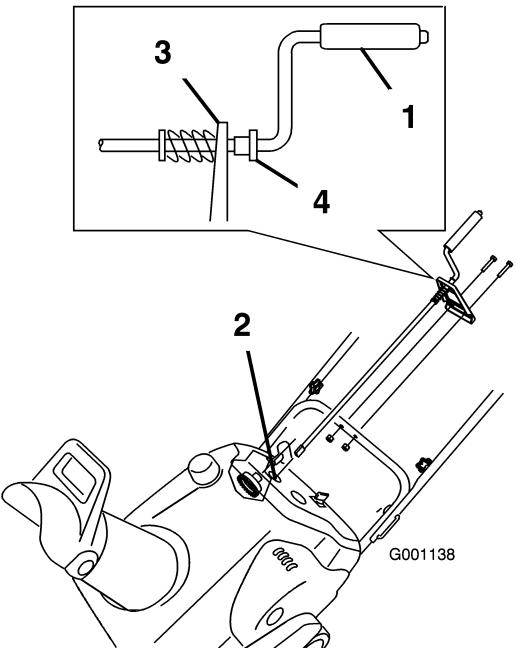

Figure 8
1. Insérez l'extrémité de la manivelle dans le trou du carénage tout en alignant le support de montage avec les trous de la partie inférieure du guidon (Figure 8).
Remarque: Vérifiez que la bague en plastique est complètement enfoncee dans le trou du support (Figure 8).